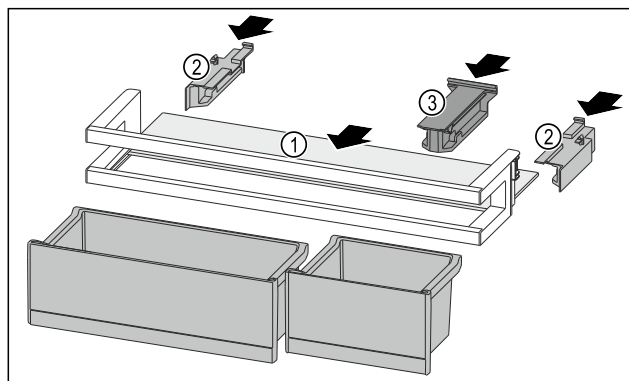

Fig. 168
- ▶ 将搁板 Fig. 168 (1)推入侧面凹槽。
- ▶ 插入侧面部分 Fig. 168 (2)。
- ▶ 插入定位件 Fig. 168 (3)。